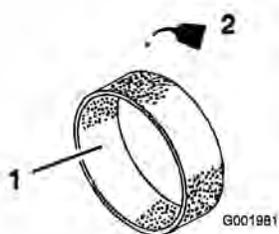

Figura 42
- Applicate circa 30 – 60 ml d'olio sull'elemento (Figura 42),